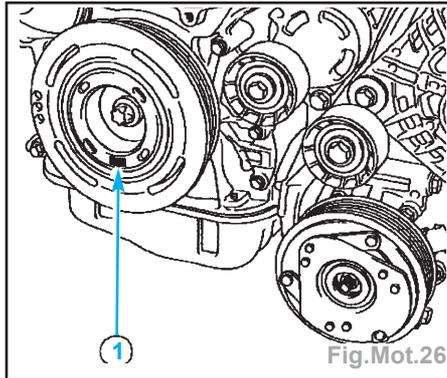

Fig.Mot.26
- Positionner le repère Point Mort Haut (1) de la poulie de vilebrequin d'accessoires quasiment à la verticale moteur (Fig. Mot.26).
- Caler le vilebrequin au Point Mort Haut (le repère de Point Mort Haut de la poulie de vilebrequin d'accessoires doit être dans l'axe vertical du moteur) (Fig. Mot.26).